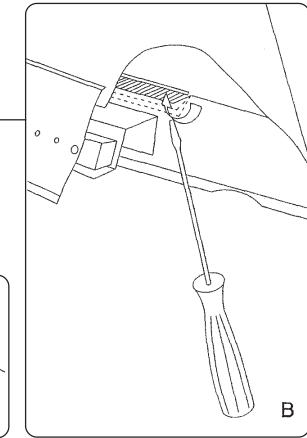

Fig.3
- 8) опустить трубу и продеть ее в кожух **рис. 3.А**.
- 9) при помощи отвертки поднять два язычка внутри кожуха (передний и задний), чтобы воздухоотводная трубка плотно прилегла к кожуху **рис. 3.В**.
Dopo esservi procurati il corredo filtrante procedere nel seguente modo **fig3**